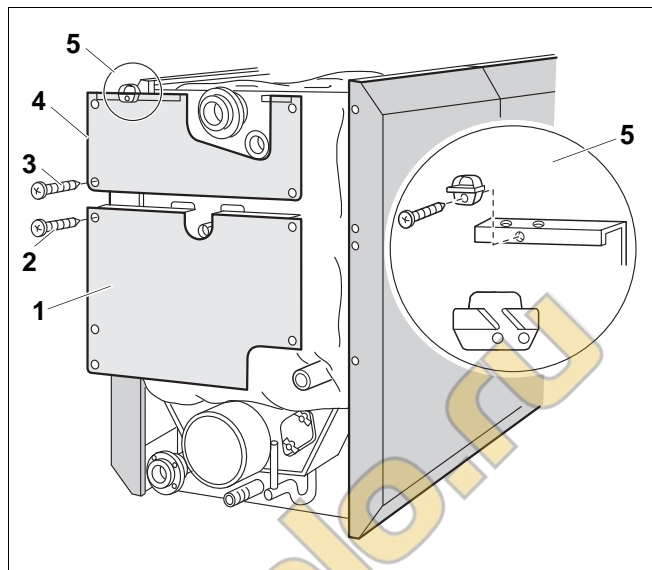
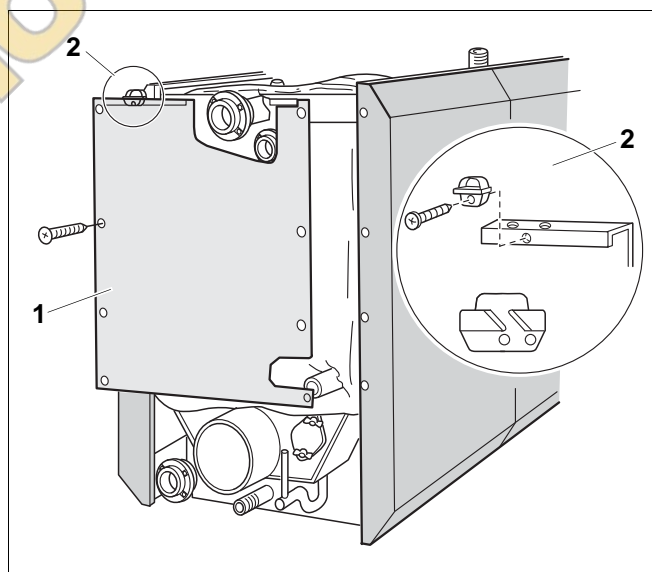

Рис. 14 Крепление двух частей задней стенки (котлы мощностью от 145 до 310 кВт)
Рис. 15 Крепление задней стенки (котлы мощностью от 400 до 640 кВт)
В котлах мощностью от 145 до 310 кВт задняя стенка состоит из 2 частей (рис. 14), в котлах мощностью от 400 до 640 кВт – только из одной части (рис. 15).
- Закрепите нижнюю заднюю стенку (рис. 14, **поз. 1**) 5 саморезами (рис. 14, **поз. 2**) к боковым стенкам.
- Задвиньте верхнюю часть задней стенки (рис. 14, **поз. 4**) Z-образной отбортовкой за нижнюю заднюю стенку и закрепите ее 4 саморезами (рис. 14, **поз. 3**) к боковым стенкам. Оба верхних самореза должны проходить сквозь траверсы.
- Установите одно или два крепления кабеля или кабельный канал на верхней задней стенке (рис. 14, **поз. 5**).
- Закрепите заднюю стенку (рис. 15, **поз. 1**) 4 саморезами справа и слева к боковым стенкам. Оба верхних самореза должны проходить сквозь траверсы.
- Закрепите одно или два крепления кабеля или кабельный канал на отбортовке задней стенке (рис. 15, **поз. 2**).